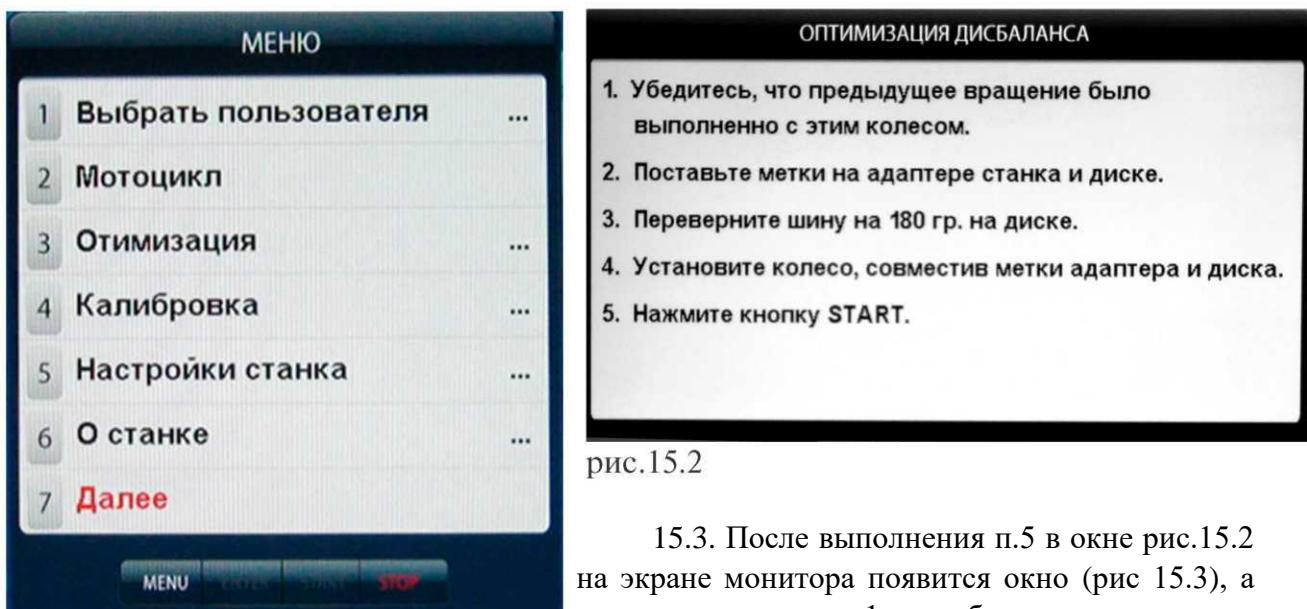
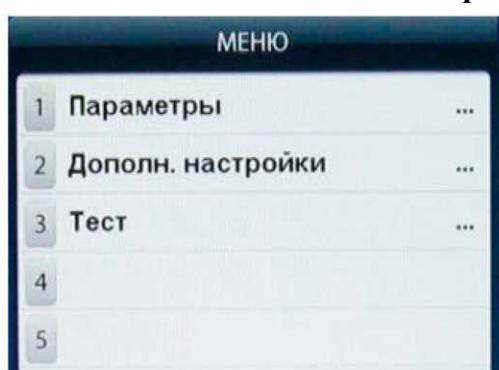
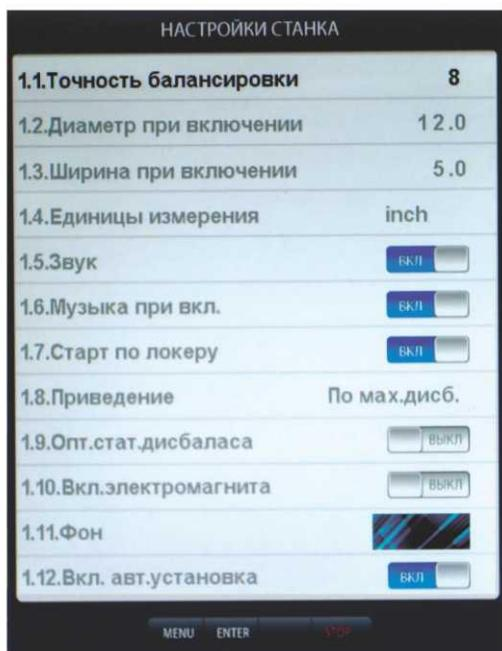

рис.15.1.
рис.16.1
рис.17.1
15.2. Для входа в программу Opt нажмите кнопку «MENU» после чего на экране монитора появится окно (рис. 15.1). Далее выбрать программу «Оптимизация», нажав кнопку 3, после чего на экране монитора появится окно (рис. 15.2). Далее выполните операции согласно указаниям в окне (рис.15.2).
16.2.1. Нажмите кнопку «MENU». На экране появится окно MENU (рис.15.1), нажмите кнопку 7 «Далее» на экране появится окно второй страницы MENU (рис.16.1). Выберите «Дополн. настройки», нажав кнопку 2, на экране откроется окно «Настройки станка» (рис.16.2). Нажмите кнопку 1 «Имена операторов» на экране откроется окно «Выбрать пользователя» со списком операторов, (рис.16.3).
Программное обеспечение СБ содержит целый ряд параметров, позволяющих максимально приспособить СБ к потребностям потребителя. Для настройки параметров нажмите кнопку «MENU» на экране монитора появится окно MENU (рис.15.1). Нажмите кнопку 5 «Настройки станка» на мониторе появится окно настроек (рис.17.1).
Нажмите кнопку «MENU», в открывшемся окне MENU выберите пункт 7 «Далее», нажав кнопку 7 в верхнем ряду клавиатуры. Откроется вторая страница окна MENU (см. рис.16.1). Выберите пункт 3 «Тест», нажав кнопку 3 в верхнем ряду клавиатуры. Откроется окно ТЕСТ рис.21.1.